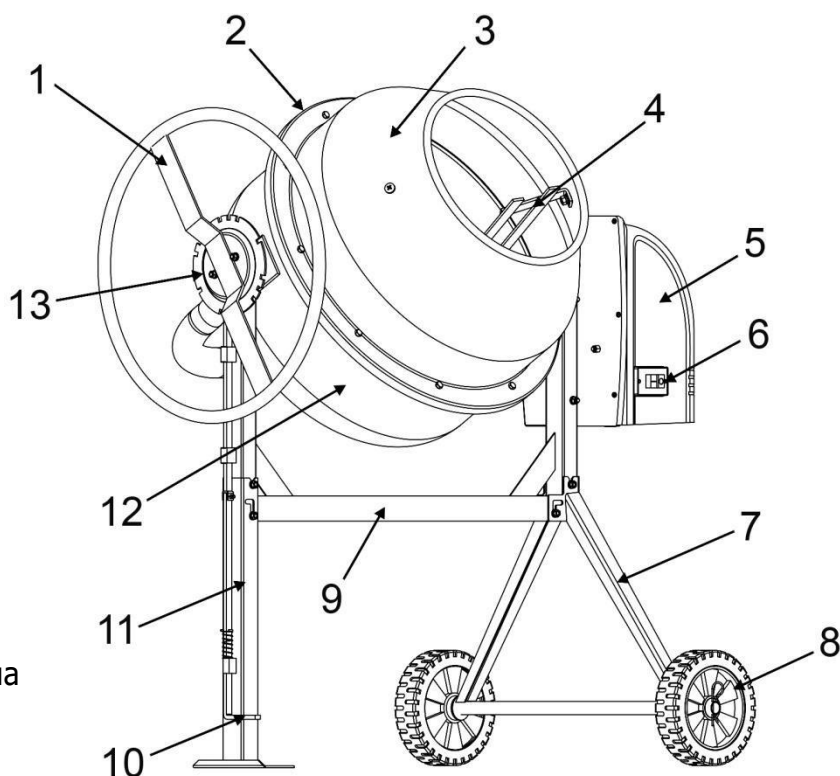

Рис. 1
- Наденьте на ось колесной стойки (7)(См. Рис.1,2) по колесу с каждой стороны.
- К несущей балке (9)(См. Рис.1) присоедините дополнительную опору (11).
- Соедините раму с колесной стойкой (7)(См. Рис.1; 3). Зафиксируйте ее положение винтами (M8x70). Крепко затяните винты.
- Осторожно поместите нижний барабан (12)(См.Рис.1) на стойку, так чтобы подшипники попали в соответствующие пазы (См. Рис.4).
- Поместив верхний барабан (3)(См. Рис.1) на обод нижнего барабана (12)(См. Рис.1; 6), убедитесь в совпадении пазов и стрелок, а так же и свободном вращении лопастей внутри барабана.
- Установите колесо наклона (1)(См. Рис.1) на место крепления.
- Трансмиссия с электродвигателем закрыта защитным кожухом (5)(См. Рис.1; 8).
- Перед началом эксплуатации нового бетоносмесителя, или бетоносмесителя после продолжительного хранения, удостоверьтесь в правильном натяжении приводного ремня. Откройте крышку электродвигателя, открутив 6-ть винтов крепления кожуха (5)(См. Рис.1). Приводной ремень должен быть надет на шкив, прогиб ремня при нажатии на него пальцем в средней части должен быть в районе 0,5-1 см.
2. Нажмите на зеленую кнопку включения (6)(См. Рис.1), расположенную сбоку на защитном кожухе электродвигателя.
3. Для отключения – нажмите на красную кнопку (6)(См. Рис.1).
- Отключите электродвигатель бетоносмесителя, нажав красную кнопку выключателя (4)(См. Рис.1).
- Для выгрузки готовой смеси нажмите на педаль (10), потяните на себя
рукоятку наклона барабана (1)(См. Рис.1) и поверните барабан в нужную сторону выгрузки.